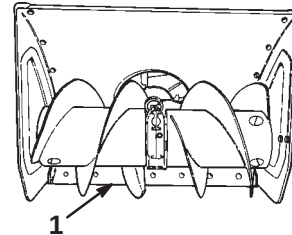

Bild 9
2. Stellen Sie die Schneefräse auf einer ebenen Fläche ab und stellen Sie sicher, dass die Schürfleiste (Bild 9) parallel zum Boden steht. Wenn das nicht der Fall ist, stellen Sie die Schürfleiste ein; siehe „Einstellen der Kufen und der Schürfleiste“ auf Seite 22.